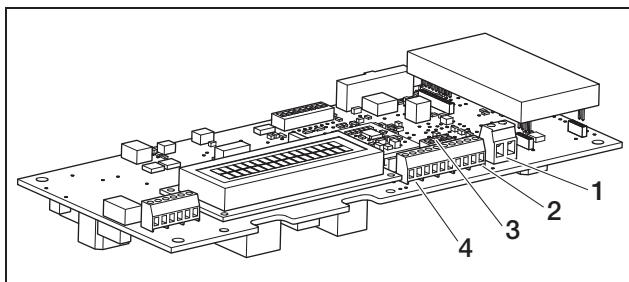

Abbildung 55: Anschlüsse Kommunikationsboard I
- Schließen Sie die Leitungen an der entsprechenden Klemme (Abbildung 55, Position 1) an.
- Schließen Sie die Leitungen entsprechend der Anschlussbelegung (Tabelle 7) an der Klemme (4 in Abbildung 55) an.